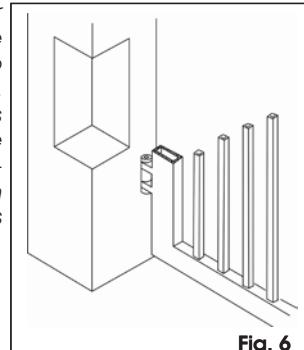

Fig. 6
**⚠ Si les dimensions du pilier ou la position de la charnière ne permettent pas d'installer l'opérateur, réaliser une niche dans le pilier d'après la Fig. 6 pour respecter la cote **A** déterminée. Les dimensions de la niche doivent permettre une installation aisée du moteur, ne pas limiter sa rotation et ne pas gêner les opérations de déverrouillage du moteur.**